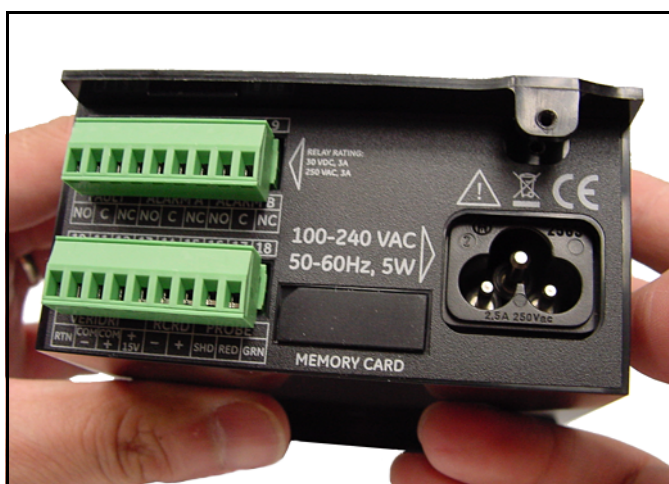

Figure 6: De kap naar de achterkant schuiven
4. Schuif de kap naar de achterkant van de dew.IQ (zie *Figure 6* hieronder).